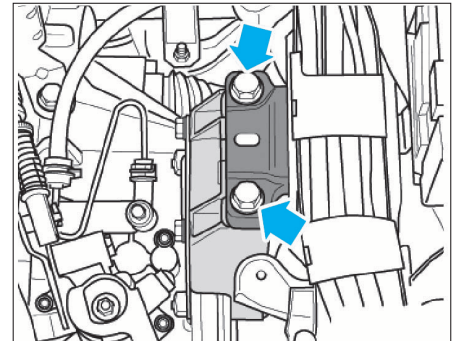

FIG. 5
- Déposer les vis de fixation du support supérieur de boîte de vitesses (Fig.5).